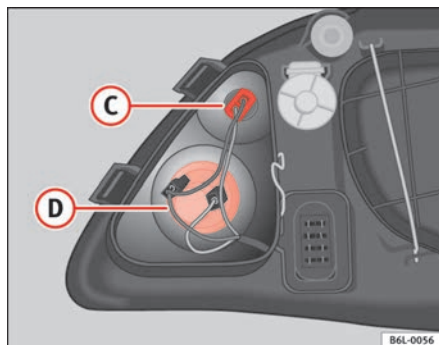

Fig. 157 Luz intermitente
- Gire hacia la izquierda el portalámparas y extraígalo de su alojamiento ⇒ fig. 157 D.